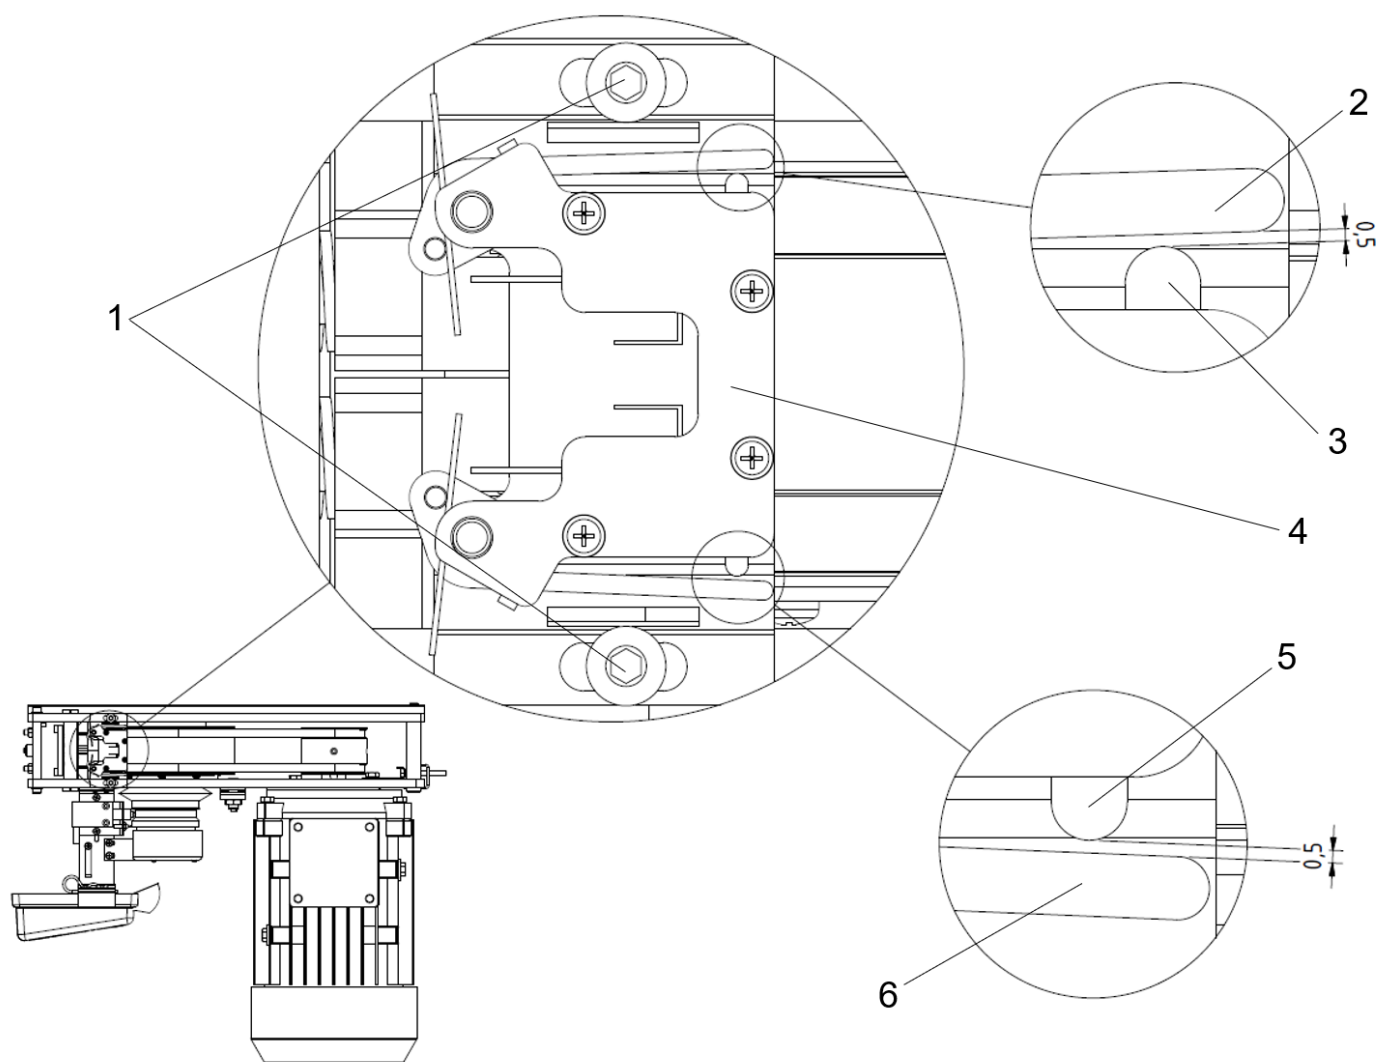

Fig. 33 Kontroll och justering av bromsindikatorerna
När hissen inte är i rörelse och bromsarna är ansatta ska det finnas ett luftgap på cirka 0,5 mm mellan bromsindikatorns vipparmar och bromsindikatorns säkerhetsbrytare, se Fig. 33. När bromsarna är släppta och hissen rör sig ändras positionen hos bromsindikatorns vipparmar och de vilar mot bromsindikatorns säkerhetsbrytare.
1. Kontrollera för hand att bromsindikatorvipparmarna (2) (6) rör sig fritt och lätt, se Fig. 33.
2. Kontrollera visuellt och med ett bladmått att luftgapet mellan bromsindikatorvipparmarna och bromsindikatorernas säkerhetsbrytare (3) (5) är cirka 0,5 mm. Bromsindikatorvipparmarna får inte vidröra säkerhetsbrytarna.
3. Justera luftgapet om så behövs, genom att lossa bromsindikatorskruvarna (1) och justera bromsindikatorn (4) så att luftgapen är korrekta.